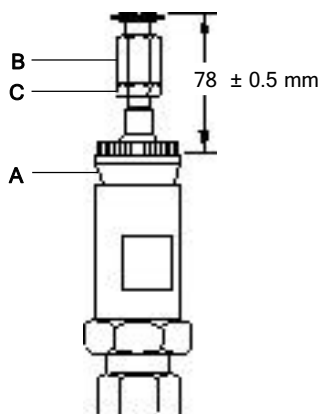

Fig. 12
För självverkande ventiler, fäst först montagesatsen EL3808 eller EL3809 på ventilbröstet (A) efter beskrivningen i fig. 12.